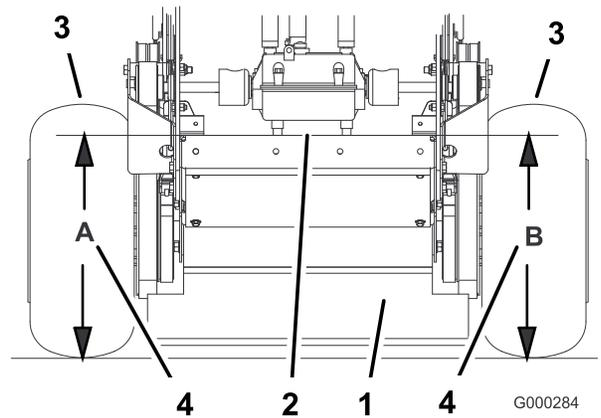

Figure 53
- Mesurez la hauteur du plancher moteur au point **A** (Figure 53).